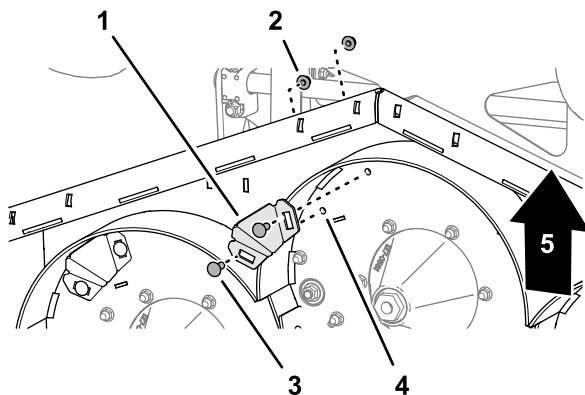

Figura 37
2. En la parte inferior central de la carcasa de corte, retire los 2 pernos de cuello cuadrado ($\frac{3}{8}$ " x 1") y las 2 contratuercas con arandela prensada ($\frac{3}{8}$ ") que sujetan el golpeador a la carcasa, y retire el golpeador (Figura 37).